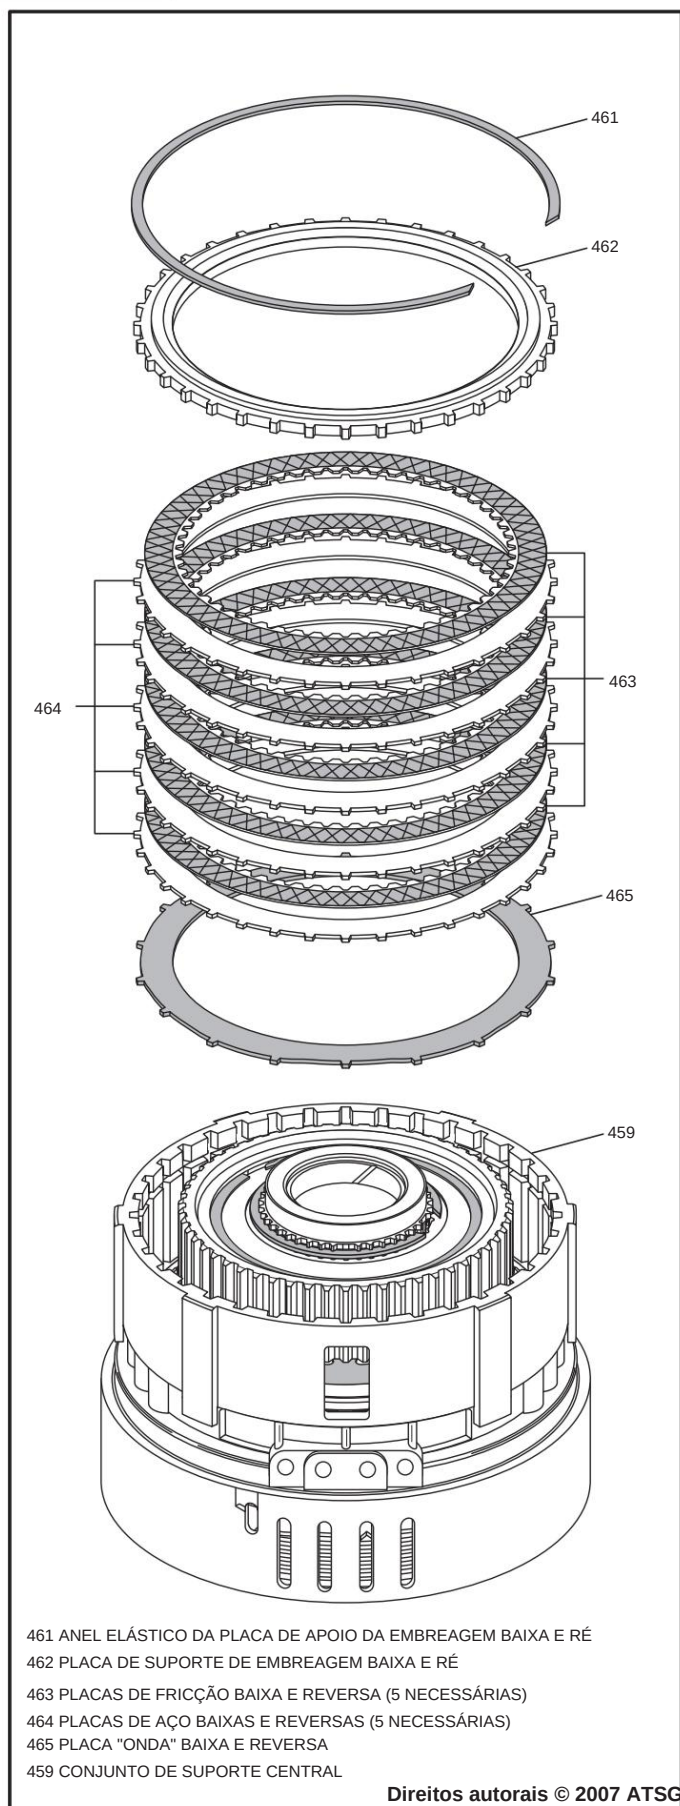

Figura 116
23. Instale a placa "onda" da embreagem de baixa/ré, conforme mostrado na Figura 116.
24. Instale as placas da embreagem de baixa/ré começando com uma placa de aço e alternando com uma placa de fricção até instalar cinco de cada, conforme mostrado na Figura 116.
25. Instale a placa traseira da embreagem de baixa/ré, conforme mostrado na Figura 116.
26. Instale o anel elástico da placa traseira da embreagem de baixa/ré, conforme mostrado na Figura 116.